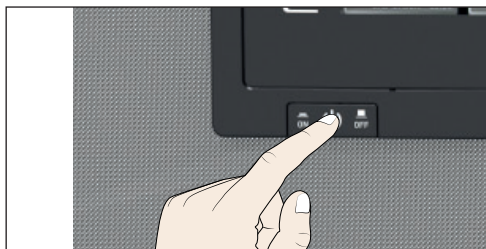

Bild 20 Enhet stängs av
3. Stäng av enhet med huvudbrytaren (Bild 20).